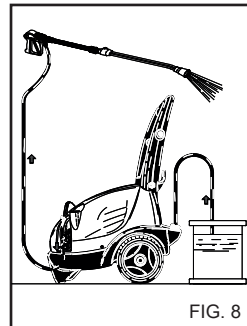

FIG. 8
Na het gebruik met een wasmiddel dient het aanzuigcircuit van het wasmiddel met schoon water gespoeld te worden (Fig. 8).
1) Na het gebruik met schoonmaakproduct, het watercircuit spoelen: de pomp 1 minuut laten draaien met de doseerkraan volledig dichtgedraaid. (Fig. 8).
4) Na het gebruik met schoonmaakproduct, het watercircuit spoelen: de pomp 1 minuut laten draaien met de doseerkraan volledig dichtgedraaid. (Fig. 8).